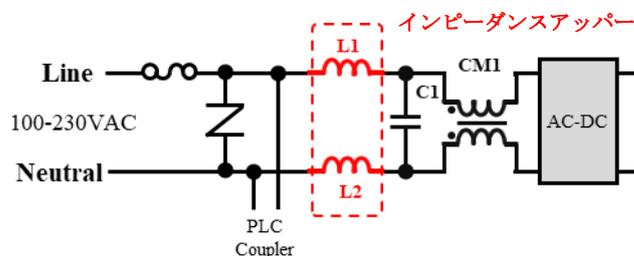

Figure 1-7 インピーダンスアッパー挿入例
- AC-DC 電源回路の入力インピーダンスが、PLC 入出力に影響を与えないようにする為、PLC 信号と AC-DC 電源回路間にインピーダンスアッパーを挿入してください。インピーダンスアッパー挿入例を Figure 1-7 に、インピーダンスアッパーの回路定数例を Table 1-1 に示します。